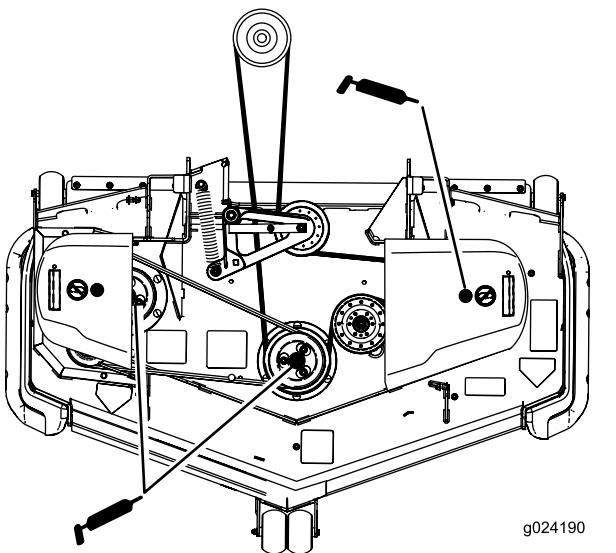

Figura 39
5. Engrase el pivote de la polea tensora de la carcasa de corte hasta que salga grasa por el extremo inferior (Figura 39).
6. Engrase los tres cojinetes de los ejes hasta que rezume grasa de las juntas inferiores (Figura 39).
8. Engrase el brazo tensor de la correa de la carcasa (Figura 39).